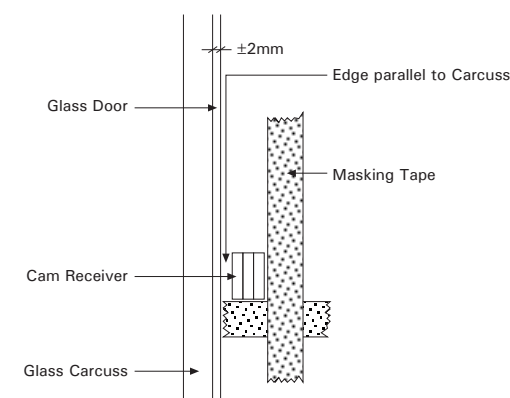

FIG 7
7. Open the door and with masking tape mark exactly the vertical and horizontal position of the receiver (see Fig.7).
7. Öffnen Sie die Tür und markieren Sie mit Klebeband die exakte vertikale und horizontale Position des Gegenstücks (s. Abb.7).